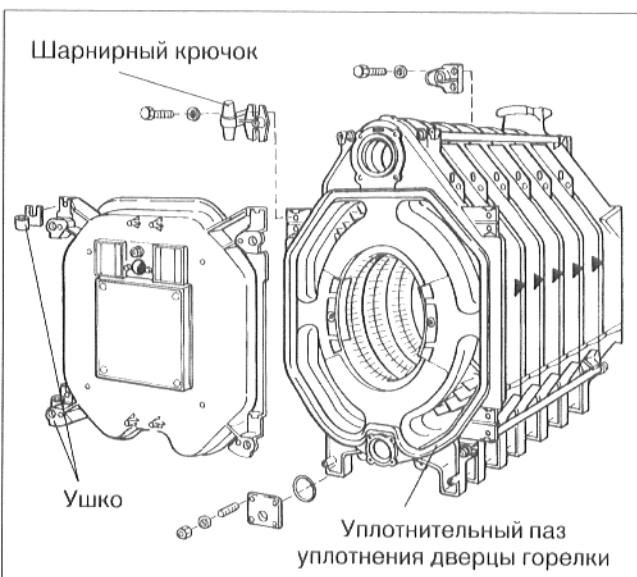

Рис. 22
- Нанести через каждые 15 – 20 см несколько капель клея (предм. нр.: 422841) на уплотняющие пазы вокруг отверстий камеры сгорания и ходов топочного газа у переднего элемента (рис. 22).
- Вложить уплотнительный шнур GP в уплотнительный паз переднего элемента (рис. 22).
- Привинтить каждый шарнирный крючок двумя винтами М 12 x 55 к переднему элементу, соответственно рис. 22 (шарниры справа); если дверца должна быть подвешена слева, то монтаж производится соответственно слева.